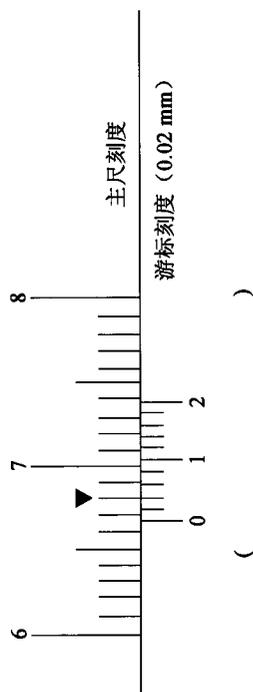

图 3-3
1. 读出图 3-1、图 3-2、图 3-3 中的尺寸是多少, 并将答案写在括号内。